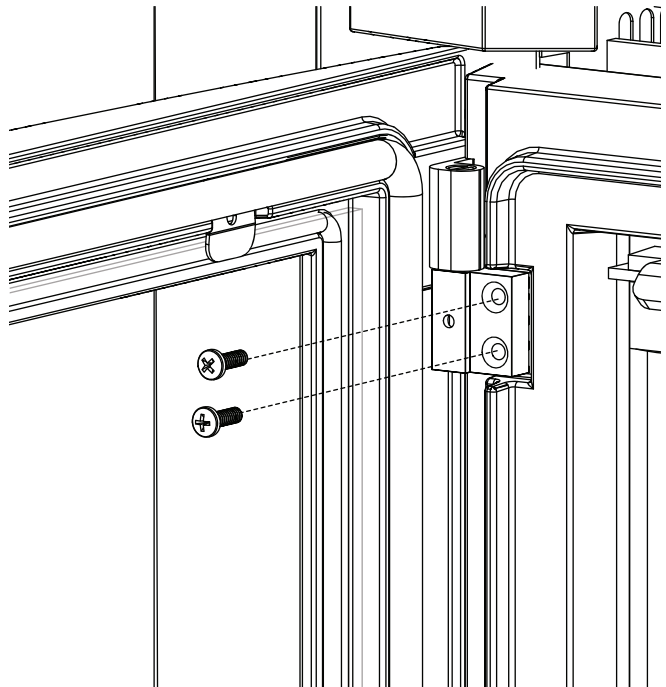

Fig. 1
- Pour réinstaller le support de poignée, prenez le bloc de loquet et le support de poignée, alignez les trous de vis supérieur et inférieur sur la porte (**Fig. 1**).
- Serrez légèrement la vis supérieure, puis installez les 2 goupilles (**Fig. 1**).